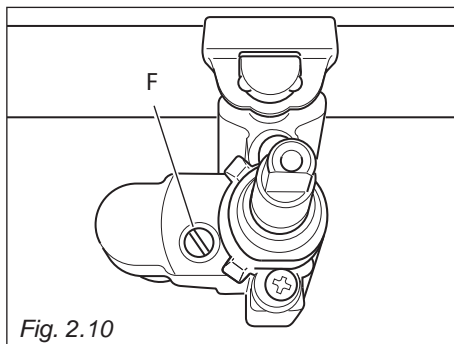

Fig. 2.10
- Togliere la manopola ed agire sulla vite "F" (fig. 2.10) fino ad ottenere la fiamma desiderata.